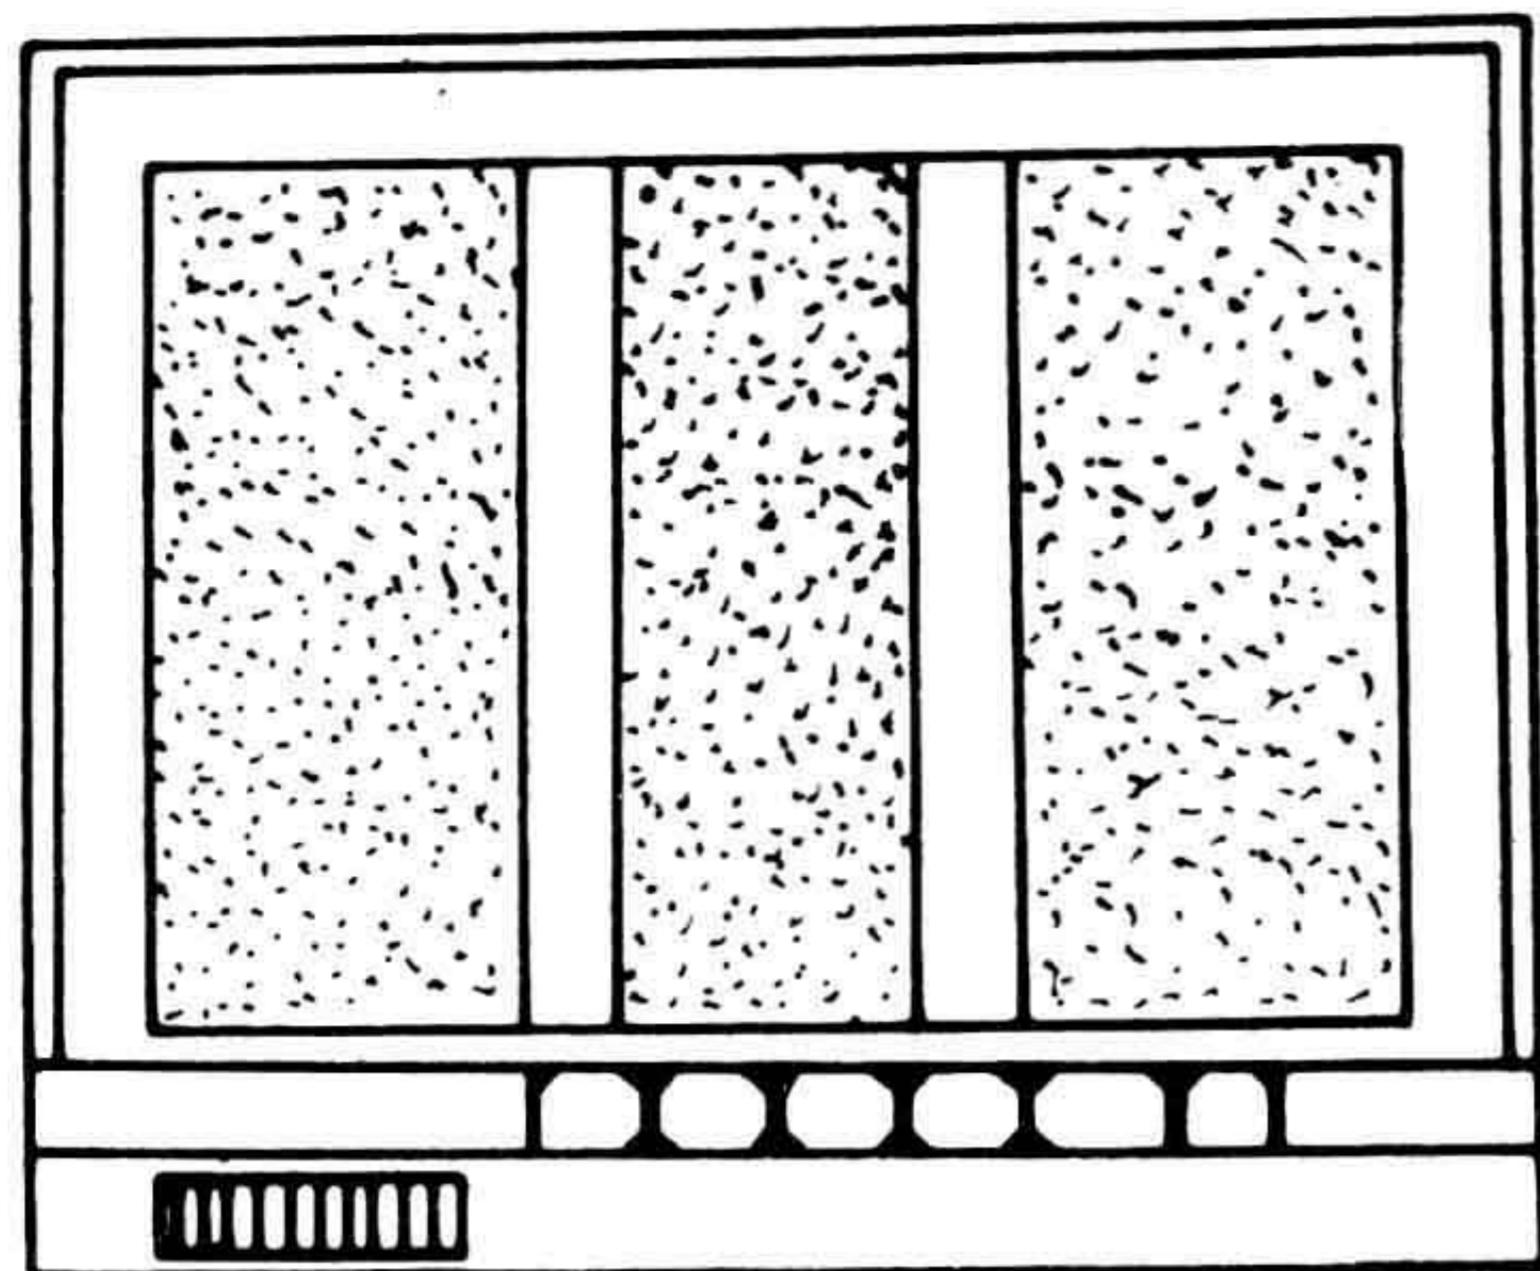

图 1-2 录像机测试信号图形
- (1)开启电视机电源。
- (2)将录像机的“接通/备用”(ON/STAND BY)按钮按在“ON”位置。此时,录像机各部分的工作电源便接通了。
- (3)将录像机背面“测试信号”(TEST SIGNAL)开关设置到“开启”(ON)位置。此时,录像机向电视机传输一个射频测试信号,此信号的载频已设置在电视机的某一频道上(根据录像机不同而各异,且应微调电视机)。
- (4)按下电视机某一预选台位置,并对电视机进行“调谐”,使之“预选”在录像机所发出的测试信号频道上。调谐正确时,电视机荧光屏上应出现如图 1-2 所示的清晰黑白测试图案。
- (5) 将录像带插入录像机的带仓内。
(6) 在遥控器或直接在录像机面板上应用“CHANNEL”功能键进行“电视节目选台”;同时将“TEST SIGNAL”置“OFF”位置。此时,电视机荧光屏上便出现所接收电视节目的画面。